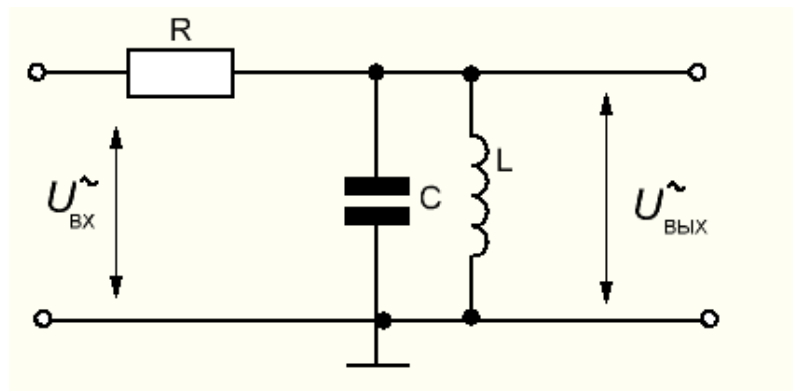

Рис. 2.15
- Соберите цепь для режекторного фильтра (параллельного колебательного контура), представленную на рис. 2.15.  $R = 1 \text{ кОм}$ ,  $C = 0,1 \text{ мкФ}$ ,  $L = 100 \text{ мГн}$ . Первый канал осциллографа подключается для измерения входного напряжения, второй канал подключается для измерения выходного сигнала.